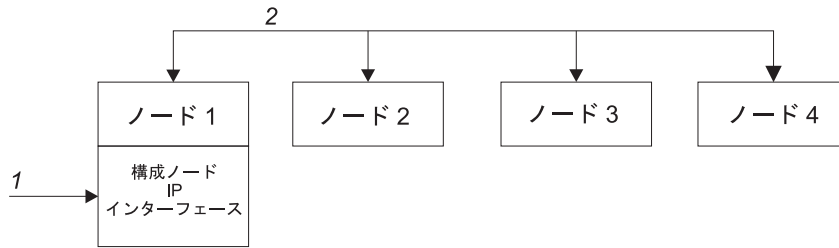

図4. 構成ノード
6 ページの図 4 は、4 つのノードを含むクラスター化システムの例を示しています。ノード 1 が構成ノードとして指定されています。ユーザー要求 (I) はノード 1 によって処理されます。